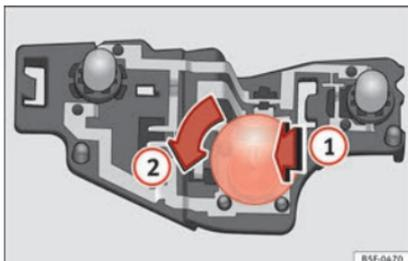

Fig. 114 Ubicación de las lámparas de incandescencia en el portalámparas.
- Presione la lámpara defectuosa ligeramente hacia el portalámparas **1**, gírela a continuación hacia la izquierda **2** y extráigala »» **fig. 114**.